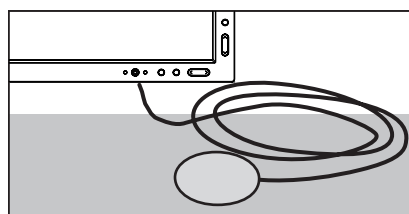

Figura C.3
3. Posizionare il sensore USB capovolto su una superficie non riflettente e opaca (ad es. la scrivania o il tappetino del mouse) per misurare il livello di nero (**Figura C.3**). Premere "SELECT".